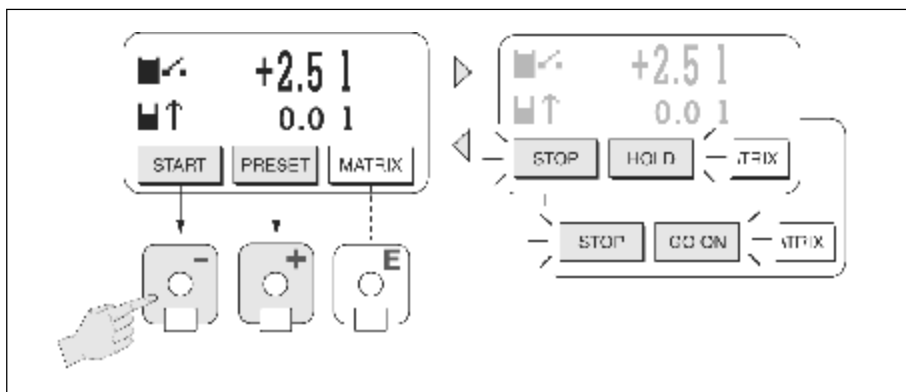

图24 使用现场显示控制批处理过程
1. 设置所有要求的批处理功能，使用“批处理”快速设定菜单或功能矩阵定义显示信息行 (=BATCHING KEYS)，以下软件开关将显示在显示屏的最后一行 (图. 24)：
- MATRIX=右键 (E)
3. 进入PRESET菜单后，您可按“START(-)"键启动批处理过程，软件开关 (STOP/HOLD或GO On) 出现在显示屏上，随时可以中断、继续或停止批处理过程 (图. 24)